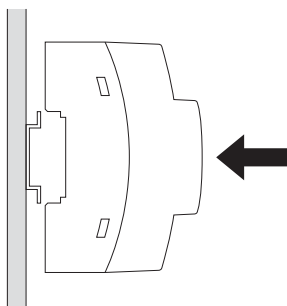

Fig.12-2: Montage Geniax Power Supply auf Tragschiene
Gerät nur auf Tragschienen/Hutschienen nach EN 60715 montieren. Die Montage muss waagrecht erfolgen (Fig. 12-2). Für ausreichende Konvektion ist ein Mindestabstand von 30 mm zu anderen Modulen oberhalb und unterhalb des Gerätes einzuhalten (Fig. 12-2).
- Netzteil Geniax Power Supply auf eine 35-mm-Tragschiene nach EN 60715 aufrasten (Fig. 12-2).